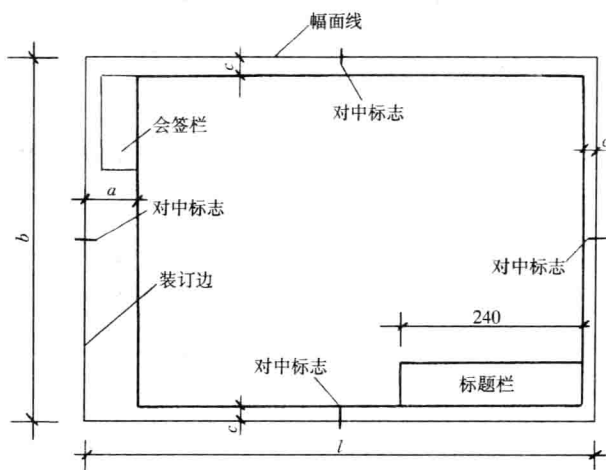

图 1-1 A0~A3 横式幅面图
(1) 图幅:图幅即图纸的大小。根据《房屋建筑制图统一标准》(GB/T50001—2001)的规定,图幅有五种,其代号分别为A0、A1、A2、A3、A4。见表1-1、图1-1。